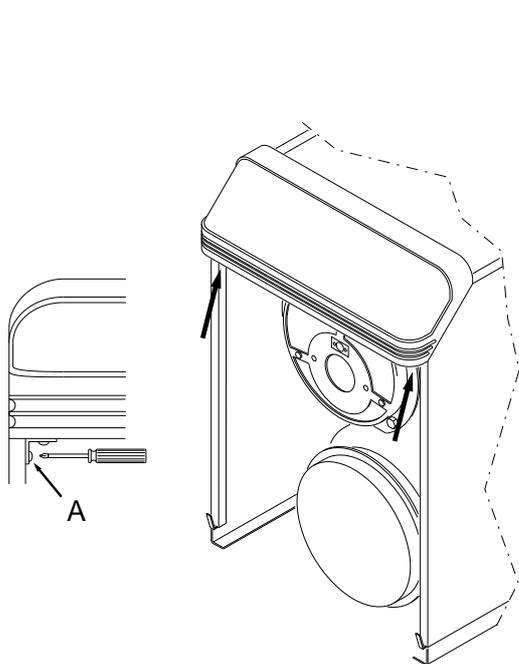

fig. 52
- allentare le viti A dei sostegni laterali del pannello di comando (fig.52).